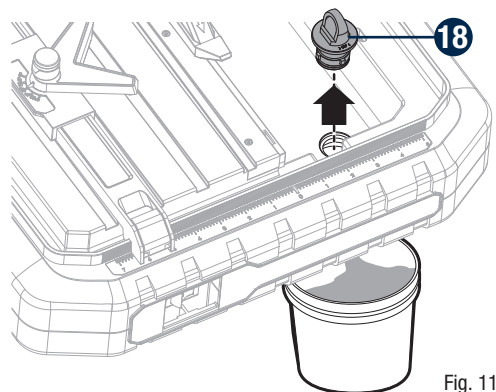

Fig. 11
**CHANGER L'EAU DU RÉSERVOIR (Fig. 11)**
- Retirez le bouchon de trop-plein (18) et videz l'eau usée dans un sceau. NE LAISSEZ PAS l'eau éclabousser sur le sol ou les environs de l'appareil.